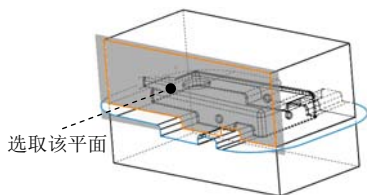

图 10.7.12 草图基准面
Step2. 选取草图基准面。选取图 10.7.12 所示的模型表面为草图基准面。